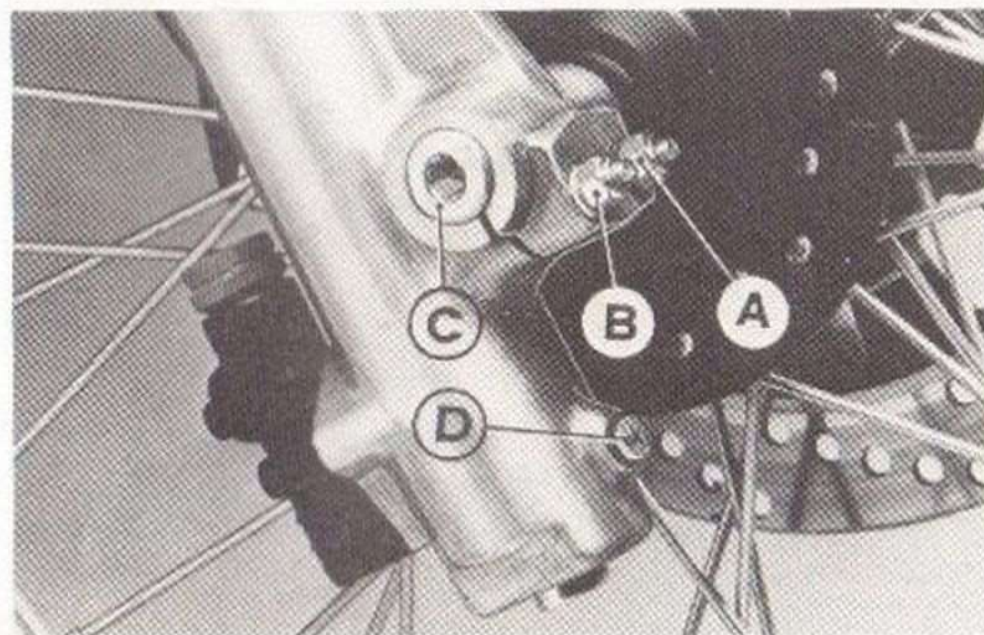

Fig. 30
<p>SMONTAGGIO RUOTA ANTERIORE</p>	<p>ATTENZIONE:</p> <ul style="list-style-type: none"> <li>— La catena di trasmissione non è dotata di maglie di unione, per la sua rimozione si consiglia quindi di rimuovere il forcellone.</li> <li>— Questa moto è dotata di una catena di trasmissione con piccoli anelli «OR» tra le piastrine, per la cui integrità si consiglia di non pulire a vapore o con prodotti a pressione e solventi inadatti.</li> </ul> <p>Allentare i dadi (A e B) sul fodero della forcella ed il dado (C) sul lato sinistro della ruota; svitare il perno (C) con l'apposita chiave a brugola e sfilarlo (vedi fig. 30 e 30 bis).</p> <p>Facendo attenzione al rinvio ed al distanziale, eseguire la rimozione della ruota. Per il montaggio, eseguire le stesse operazioni in ordine inverso curando l'allineamento del disco nella pinza. Serrare alla coppia di 6 Kgm.</p>